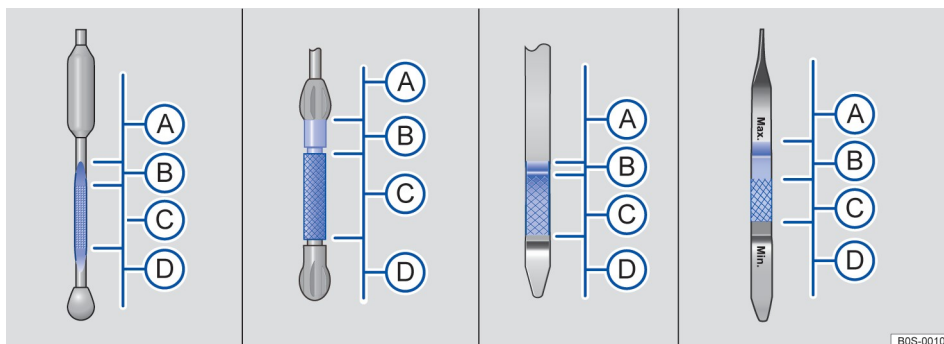
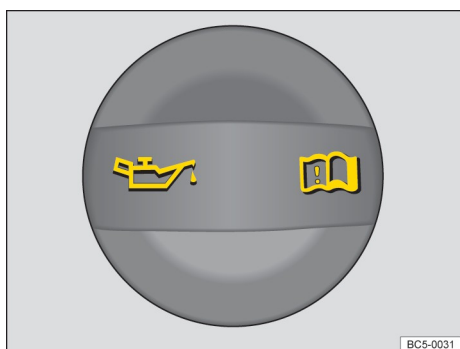

Рисунок 135. Метки уровня моторного масла на щупе (разные типы)
Рисунок 136. В моторном отсеке: крышка заливной горловины моторного масла (Схематическое изображение)
Уровень масла должен быть на верхней границе зоны С → Рисунок 135 ⌚ при работе двигателя в тяжелых условиях, при дальних поездках по автомагистралям в летнее время, буксировке прицепа или движении в горной местности. ◀
4. Найдите заливную горловину моторного масла и масляный щуп. Маслоналивную горловину двигателя можно определить по символу  на крышке → Рисунок 136, а масляный щуп можно узнать по цветной ручке. Если вы не уверены в местонахождении крышки и маслоизмерительного щупа, обратитесь к авторизованному дилеру Компании.
7. Снова вытащите масляный щуп и проверьте уровень масла на щупе. Информация об уровне масла помечена следующим образом → Рисунок 135:
- (A) Не запускайте двигатель → ⓪. Пожалуйста, свяжитесь с авторизованным дилером Компании.
- (B) Не добавляйте моторное масло → ⓪. Перейдите к шагу 16.
- (C) Уровень моторного масла в норме. Когда нагрузка на двигатель высока, вы можете доливать моторное масло до верхнего предела этой зоны. Перейдите к шагу 8 или 16.
- (D) Уровень моторного масла слишком низкий. Обязательно долейте моторное масло. Перейдите к шагу 8.
9. Открутите крышку заливной горловины моторного масла → Рисунок 136.
13. Уровень масла в двигателе после заливки должен быть как минимум в середине области → Рисунок 135 area (C). Уровень масла не должен превышать зону (C), должен находиться в пределах зоны (B), но никогда не должно быть в зоне (A) → ⓪.
14. Не запускайте двигатель, если по ошибке было добавлено слишком много моторного масла, а уровень масла находится на отметке (A) → Рисунок 135 (A). Свяжитесь с авторизованным дилером Компании.